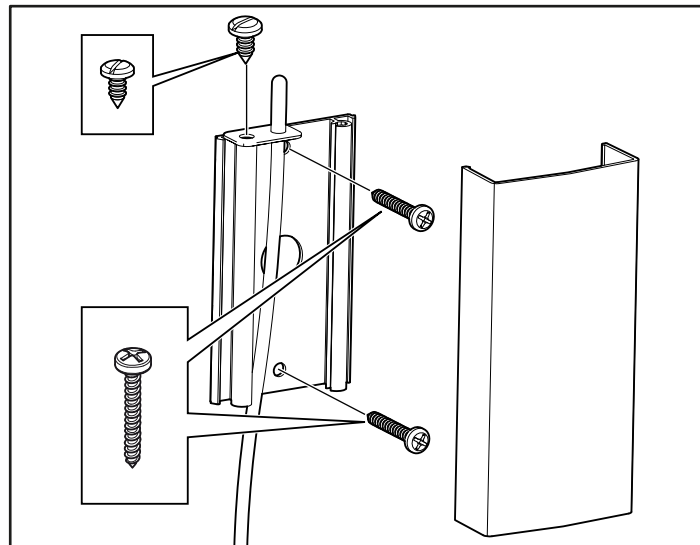
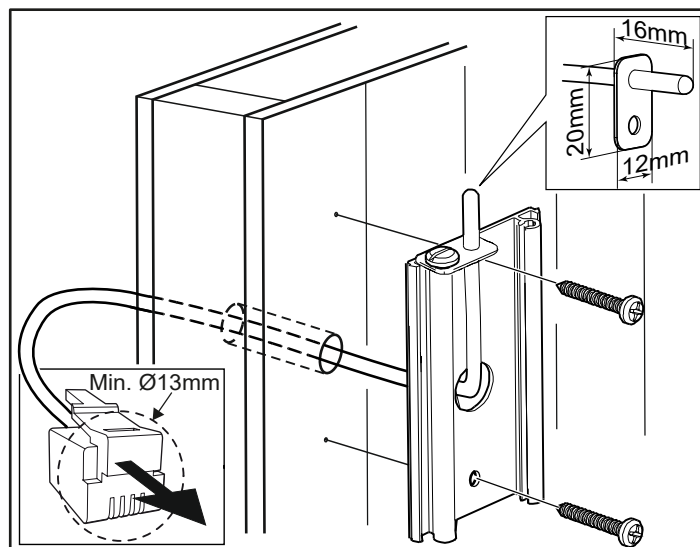

Fig 11: Montering av sensorn
Fig 12: Ledningsdragning genom vägg.
7. Montera sensorn på väggen se Fig 11. Termistorledningen kan även dras igenom väggen. Täta eventuella hål i väggen bakom sensorn, se Fig 12. Termistorledningen kan förlängas utanför bastun med svagströmsledning (2-ledare).